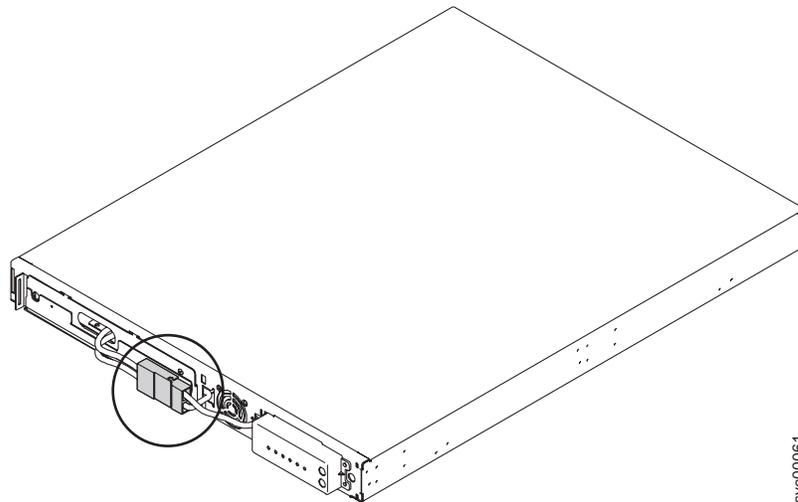

図 308. 内部バッテリー・コネクタを適所に収めた 2145 UPS-1U
7. 内部バッテリー・コネクタ (367 ページの図 308の円内) を接続します。